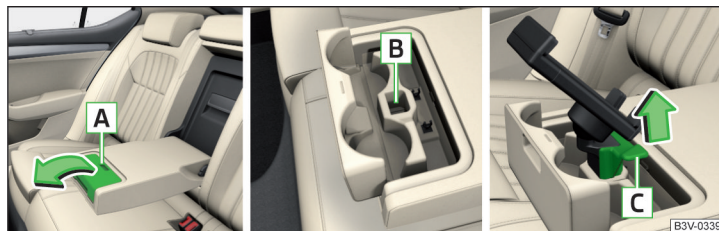

Fig. 136 Abrir el compartimento guardaobjetos / compartimento guardaobjetos para el soporte / desinstalar el soporte
- Para **colocar** la tapa, agarrar en el rebaje **A** y abrir en el sentido de la flecha » fig. 136.